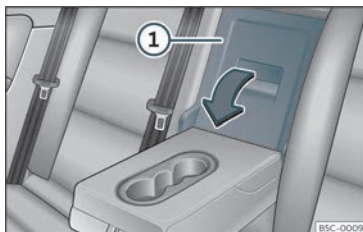

Fig. 119 No encosto do banco traseiro: abertura da portinhola.
- Puxe a alavanca de desbloqueio no sentido da seta e rebata completamente a tampa >>> **Fig. 119 ①** para a frente.